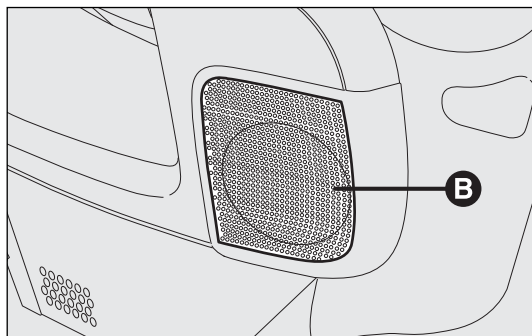

fig. 138
- 2 mid-woofers B situados en las puertas delanteras (diámetro 165 mm, potencia 40 W máx. cada uno) fig. 138;